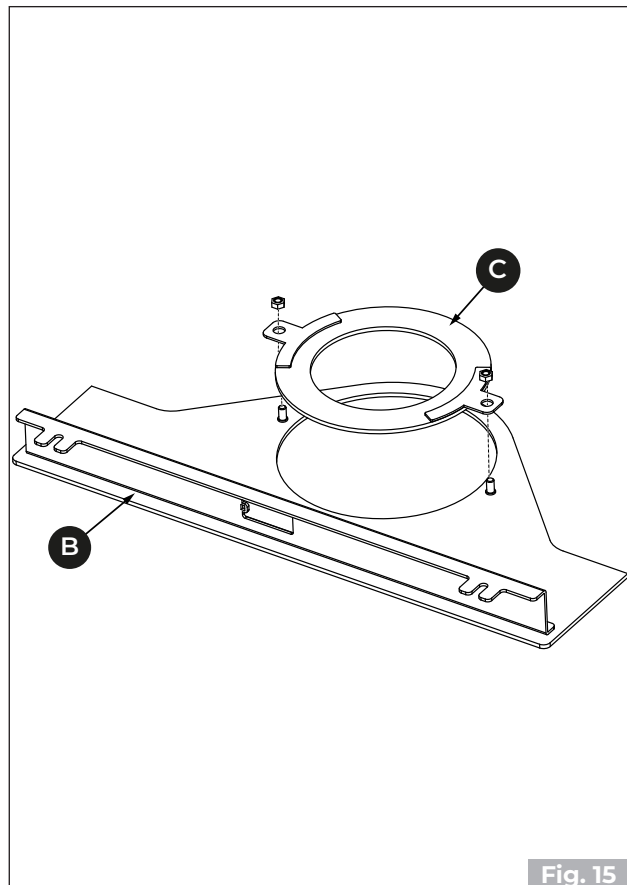

Fig. 15
- Ruotare il piano **(B)** e togliere il supporto **(C)** ove previsto il tubo concentrico .**(Fig. 15)**